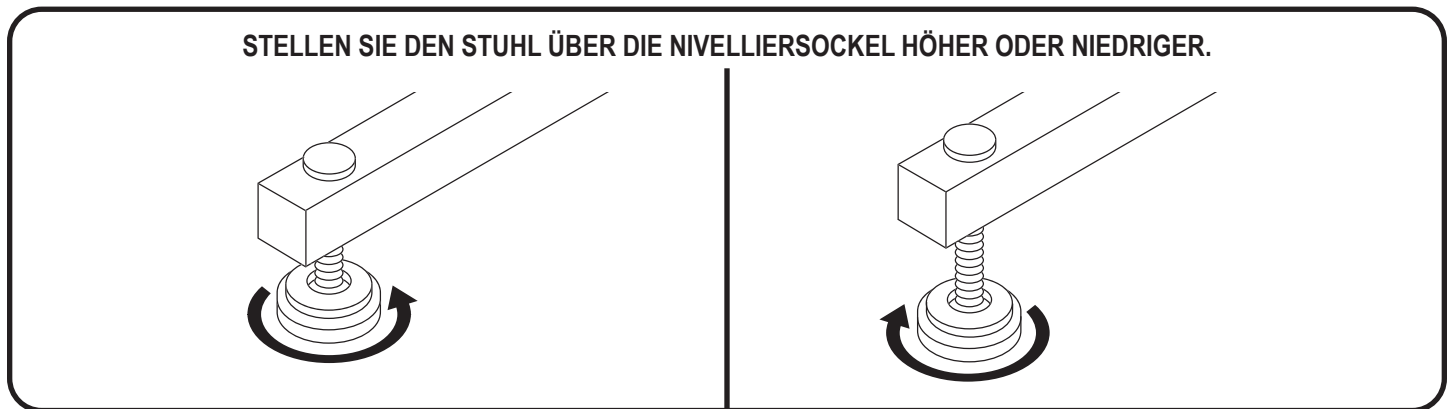

Abbildung 3.2 Nivelliersockel
Nivelliersockel: Über die Nivelliersockel sorgen Sie für eine standfeste Bodenaufgabe des Leistungssteigerungs (**Abb. 3.2**).
2. Sorgen Sie mit Hilfe der Nivelliersockel für eine gute Standfestigkeit des Leistungssteigerungs (**Abb. 3.2**).